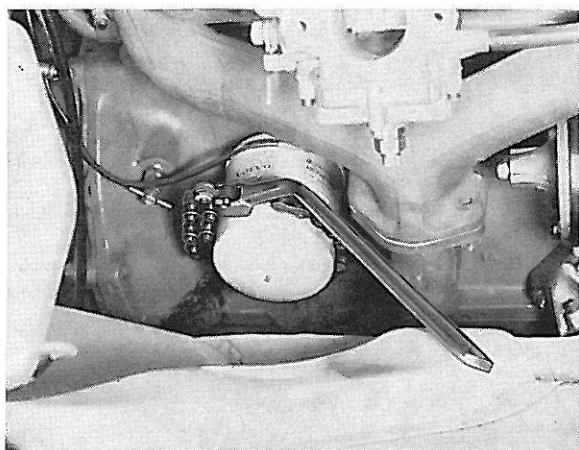

Figure 68. Dépose de la pompe à huile
1. Déposer l'ancien filtre en se servant de l'outil 2903 (figure 68).